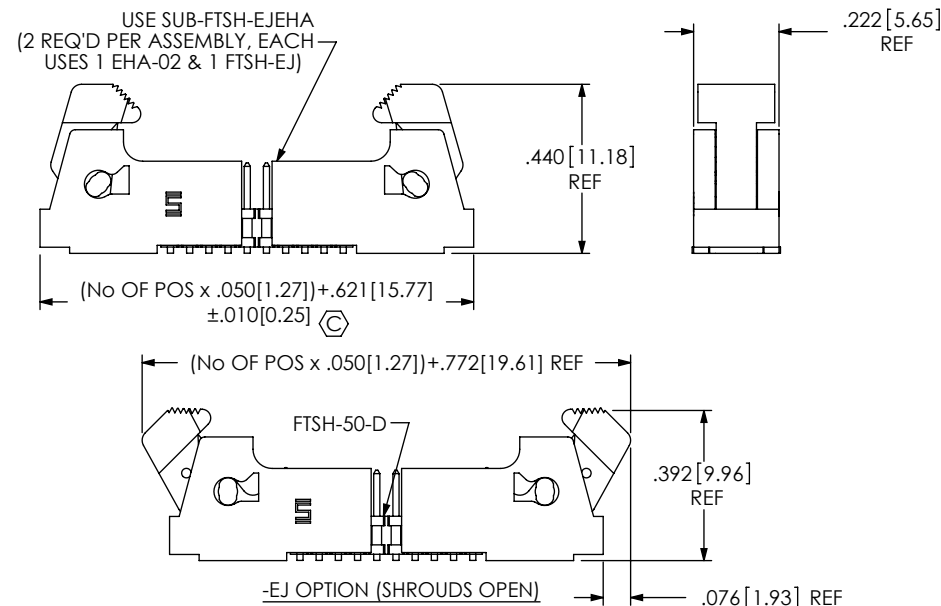

FIG 3
-A: ALIGNMENT PIN (MOLDED OR STAKED; SEE FIG 3, SHT 2)